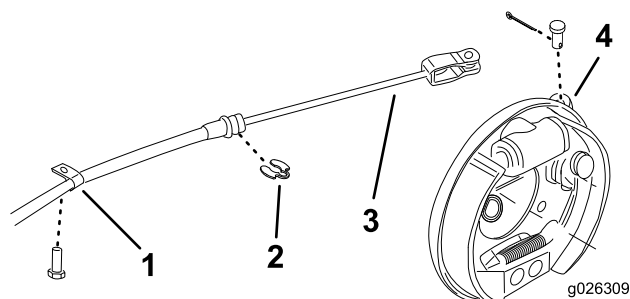

Рисунок 2
2. Снимите шплинты и штифты с головкой и отверстием под шплинт, которыми тросы стояночного тормоза крепятся к тормозным рычагам задних колес (Рисунок 2).
3. Снимите R-образные хомуты и зажимы, которыми тросы стояночного тормоза крепятся к раме (Рисунок 2).